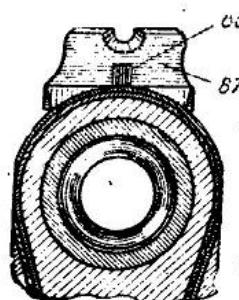

Рис. 30
1. Изгиб мушки (86 на рис. 30).